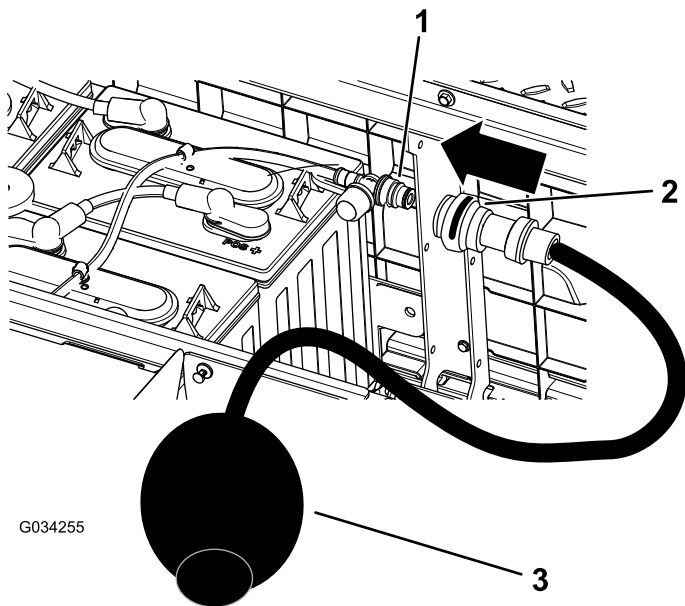

図 41
4. 水補給口に、トロの水補給用ハンドポンプをつなぐ 図 41。